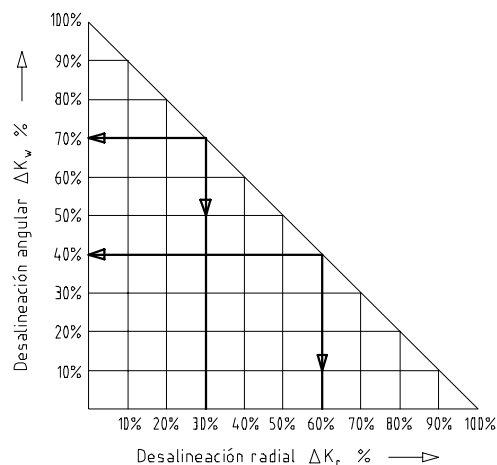

figura 20: combinaciones de desalineaciones
- Los valores mencionados en la tabla 11 son los valores máximos, que no deben alcanzarse simultáneamente. Si se producen ambas desalineaciones radiales y angulares al mismo tiempo, la suma de los valores de desalineación no debe ser excedida ΔK_r o ΔK_w , respectivamente (ver figura 20).
Ejemplo para las combinaciones de desalineaciones indicadas en la figura 20: